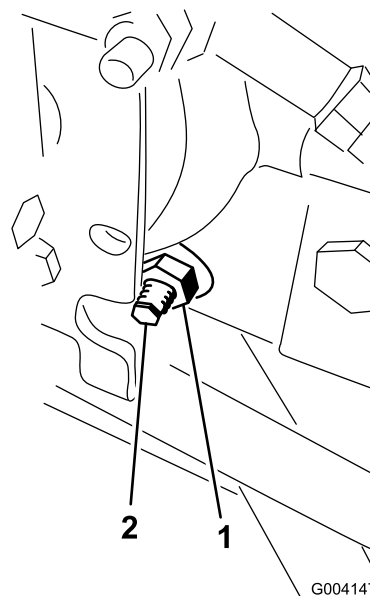

Рисунок 45
- С правой стороны гидростата ослабьте контргайку кулачка регулировки тяги (Рисунок 45).